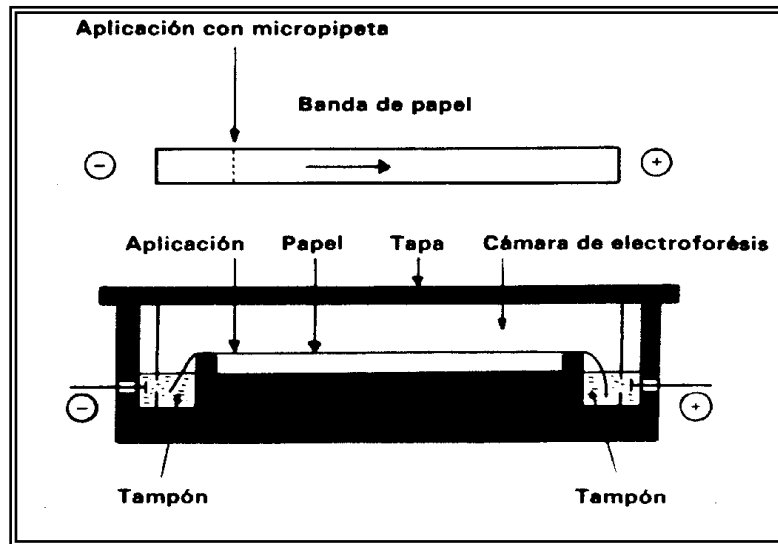

Figura 9. Esquema de la cámara de electroforesis
- d). Coloque la tira en la cámara de electroforesis siguiendo las instrucciones de su asesor (utilice imanes para fijar el papel) (Ver Figura 9).